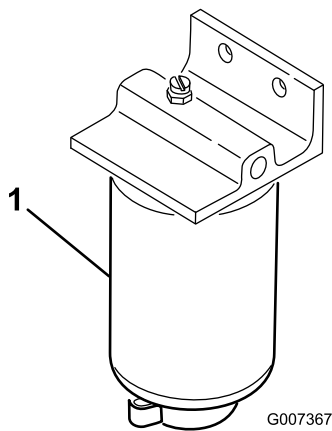

Figura 39
1. Mettete un contenitore pulito sotto il filtro del carburante(Figura 39).